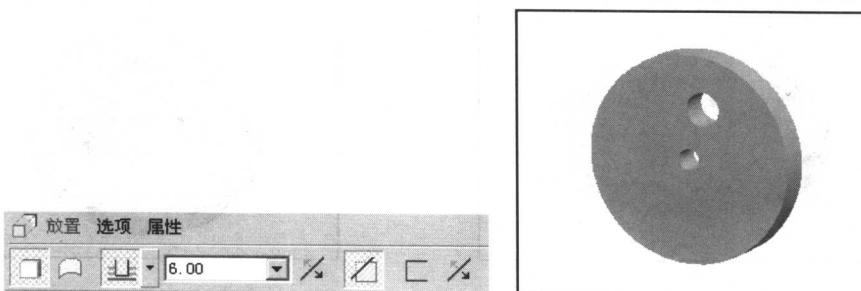

图1-31 “拉伸”操控板和生成的拉伸2效果
(7) 使用“拉伸”的方法，在“拉伸”操控板中单击“去除材料”按钮，然后将深度值设置为6mm，在“拉伸”操控板右侧单击“确定”按钮，生成拉伸2效果，如图1-31所示。